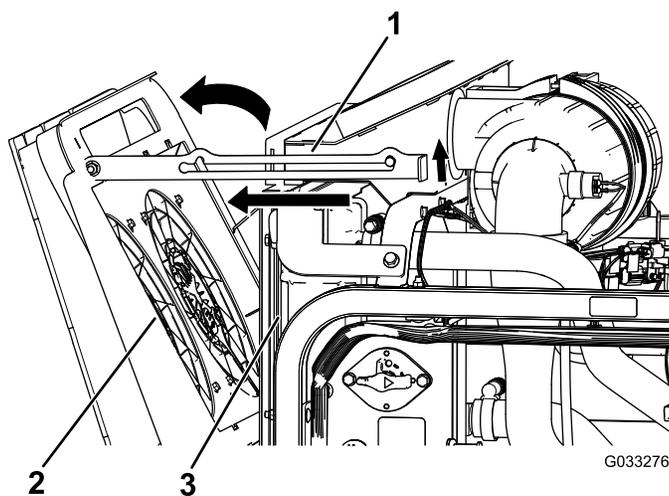

Рисунок 107
2. Поверните вентиляторы охлаждения двигателя в сторону задней части радиатора и зафиксируйте опорную стойку в выемке (Рисунок 107).